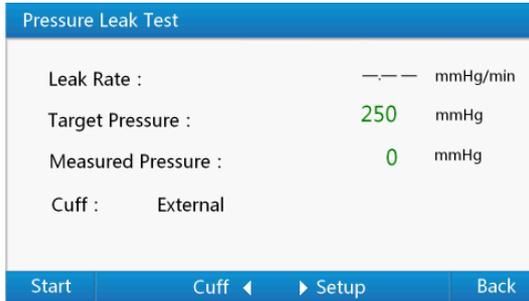

Figura 10 Interfaccia del test di tenuta della pressione
- 1) Usare i tasti su o giù all'interno di "Pressure Test Menu" per selezionare "Pressure Leak", quindi premere il "tasto di Invio" per accedere all'interfaccia "Pressure Leak Test" (Test di tenuta della pressione) mostrata nella Figura 10. Per l'accesso rapido a questa interfaccia è possibile utilizzare il tasto numerico "1". All'interno di questa interfaccia, premendo il "tasto Indietro" è possibile tornare a "Pressure Test Menu".